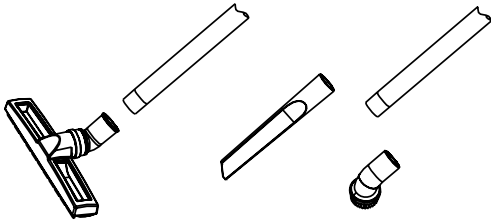

Fig. 9 – Conexão dos tubos extensores com os bocais desejados
- Conecte o tubo extensor no bocal desejado (Fig. 9).